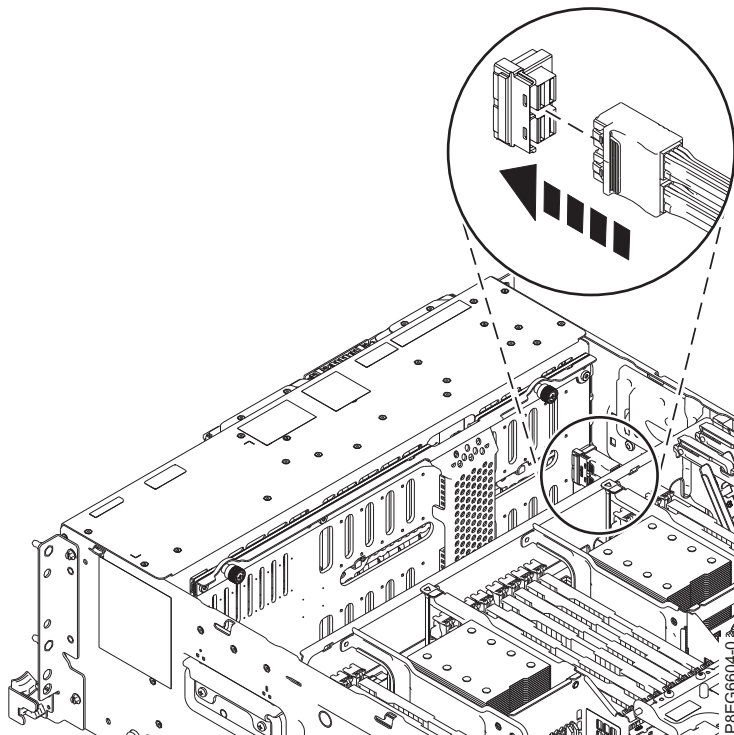

Figura 10. Reconnexió del cable SAS a la placa posterior de la unitat de disc
9. Torneu a connectar el cable frontal SAS al port del connector de la placa posterior de la unitat de disc, tal com es mostra a Figura 10 a la pàgina 11. Empenyeu el connector fins que el pestell del connector quedi encaixat fent un soroll de clic. Disposeu els cables pel lateral del xassís.